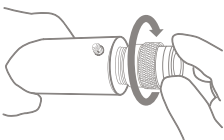

Рис. 12
10. Аккуратно накрутите прижимную гайку на резьбу камеры реактора, плотно зафиксировав открытый конец кварцевой трубки (рис. 12). Не затягивайте слишком сильно, чтобы не повредить уплотнительное кольцо и кварцевую трубку.